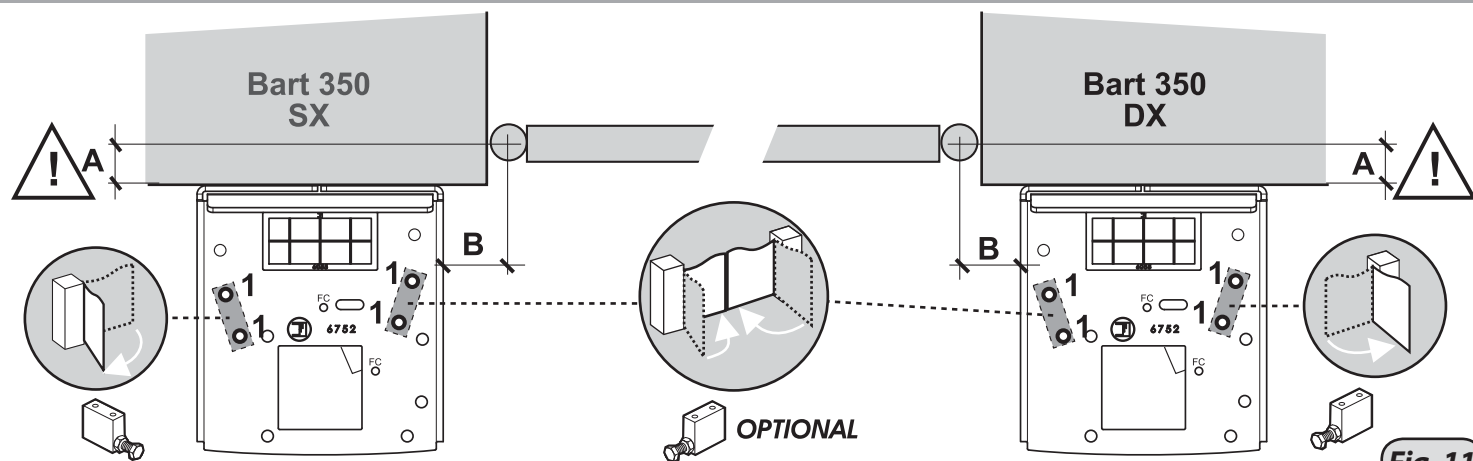
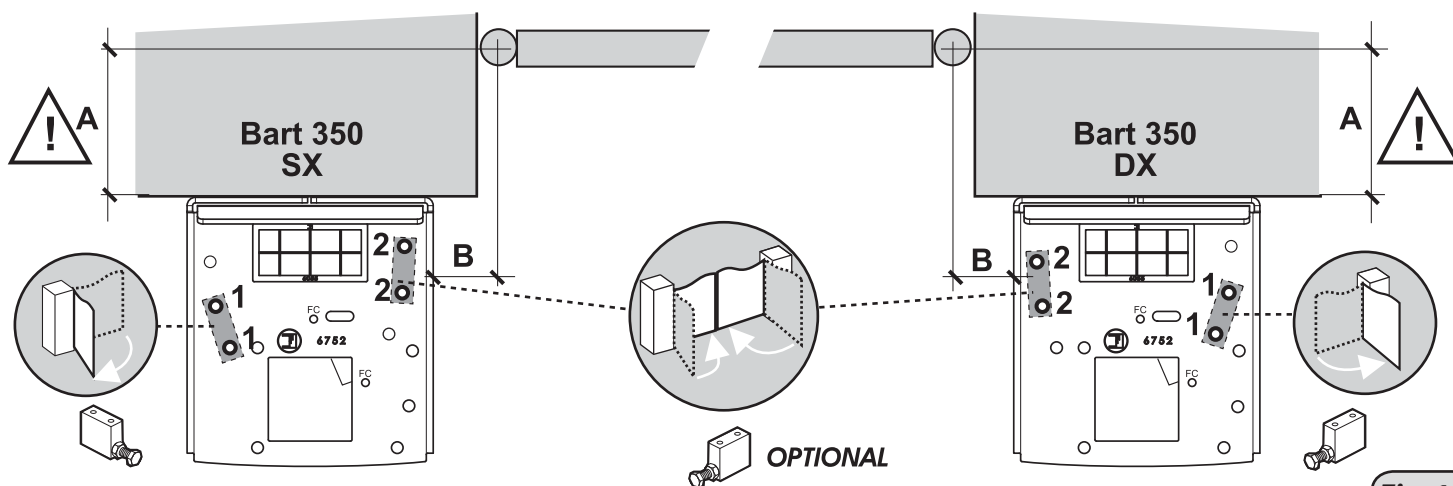

Fig. 11
Fig. 12
2) Battute sulla piastra di fissaggio: in particolari installazioni dove non è possibile utilizzare le battute a terra, viene predisposta la possibilità di fissare dei blocchetti di battuta in apertura e in chiusura, secondo lo schema di fig.11 e fig.12, sotto la Piastra di Ancoraggio. Tale scelta deve essere fatta prima di installare il gruppo motoriduttore sulla Piastra di Ancoraggio.
2) End stops on anchor plates: in special installation where ground end stops cannot be used, there is the possibility of securing opening and closing end stop blocks, according to fig.11 and fig.12, under the Anchor Plate. This choice must be made before installing the geared motor unit on the Anchor Plate.
2) Butées sur la plaque de fixation : en cas d'installations spéciales qui ne permettent pas l'utilisation des butées au sol, il est prévu de fixer des blocs d'arrêt en ouverture et en fermeture, selon le schéma de la fig.11 et fig.12, sous la Plaque de Fixation. Ce choix doit être effectué avant d'installer le groupe motoréducteur sur la Plaque de Fixation.
2) Anschläge an der Verankerungsplatte: insbesondere bei Installationen, bei denen Bodenanschläge nicht verwendet werden können, besteht die Möglichkeit zur Anbringung von Anschlägen unter der Verankerungsplatte, siehe Abb. 11 und Abb. 12. Der Toranschlag muss vor dem Einsetzen und Fixieren des Getriebemotors an der Verankerungsplatte gewählt werden.
2) Topes sobre la placa de fijación: en instalaciones particulares en donde no es posible utilizar topes de tierra, se dispone la posibilidad de fijar bloques de tope durante la fase de apertura y de cierre, según el esquema de la fig. 11 y fig.12, debajo de la Placa de Anclaje. Esta selección debe ser realizada antes de instalar el grupo del motorreductor sobre la Placa de Anclaje.
2) Aanslagen op ankerplaat: in bijzondere installaties waarin de aanslagen aan de grond niet kunnen worden gebruikt, kunnen aanslagblokken voor het openen en sluiten worden aangebracht onder de ankerplaat, zie de schema's van fig. 11 en fig.12. Maak deze keuze voor u de reductiemotorgroep op de ankerplaat installeert.